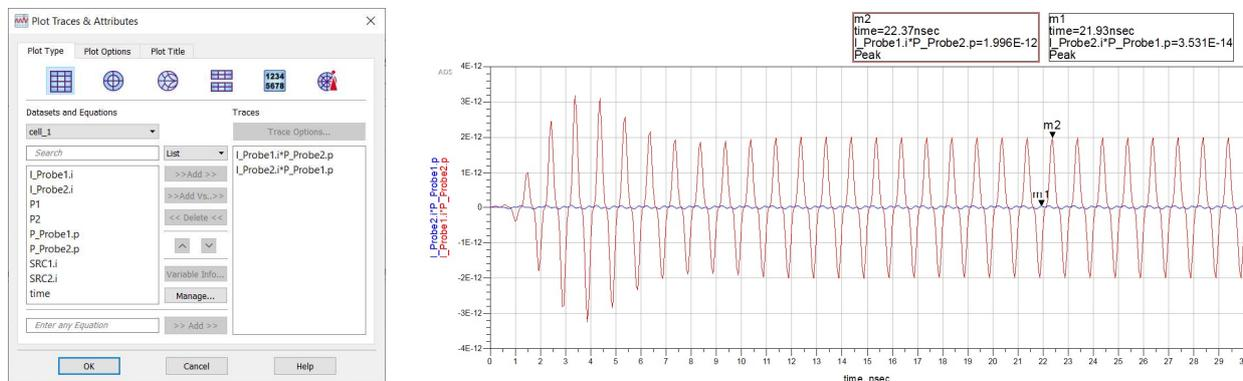

Figura 7 – (a) Geração dos gráficos. (b) Gráfico de potência.
- d. Outra forma, mais manual para ver o ganho de potência do sinal é multiplicando tensão por corrente. Para isto, observe a Figura 7 onde usamos as ponteiros de potência (mede tensão) e a de corrente. O gráfico visto indica que nos picos temos a relação de potência